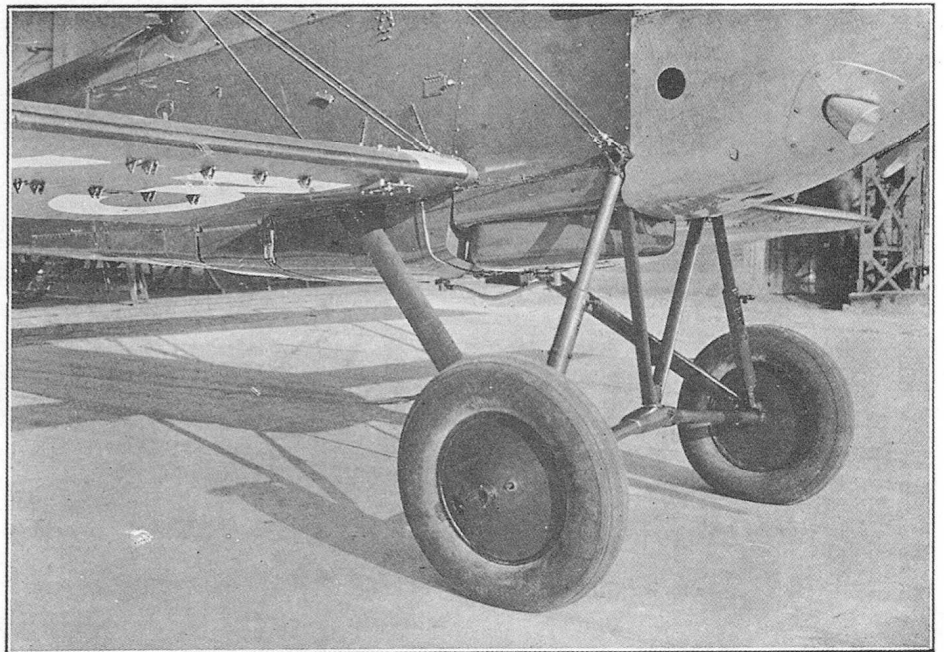

Fig. 1. Vue de la partie inférieure d'un Avion Potez 25 T.O.E. — Réservoir de 300 litres monté.
- 1° Dans le premier cas (fig. 1).